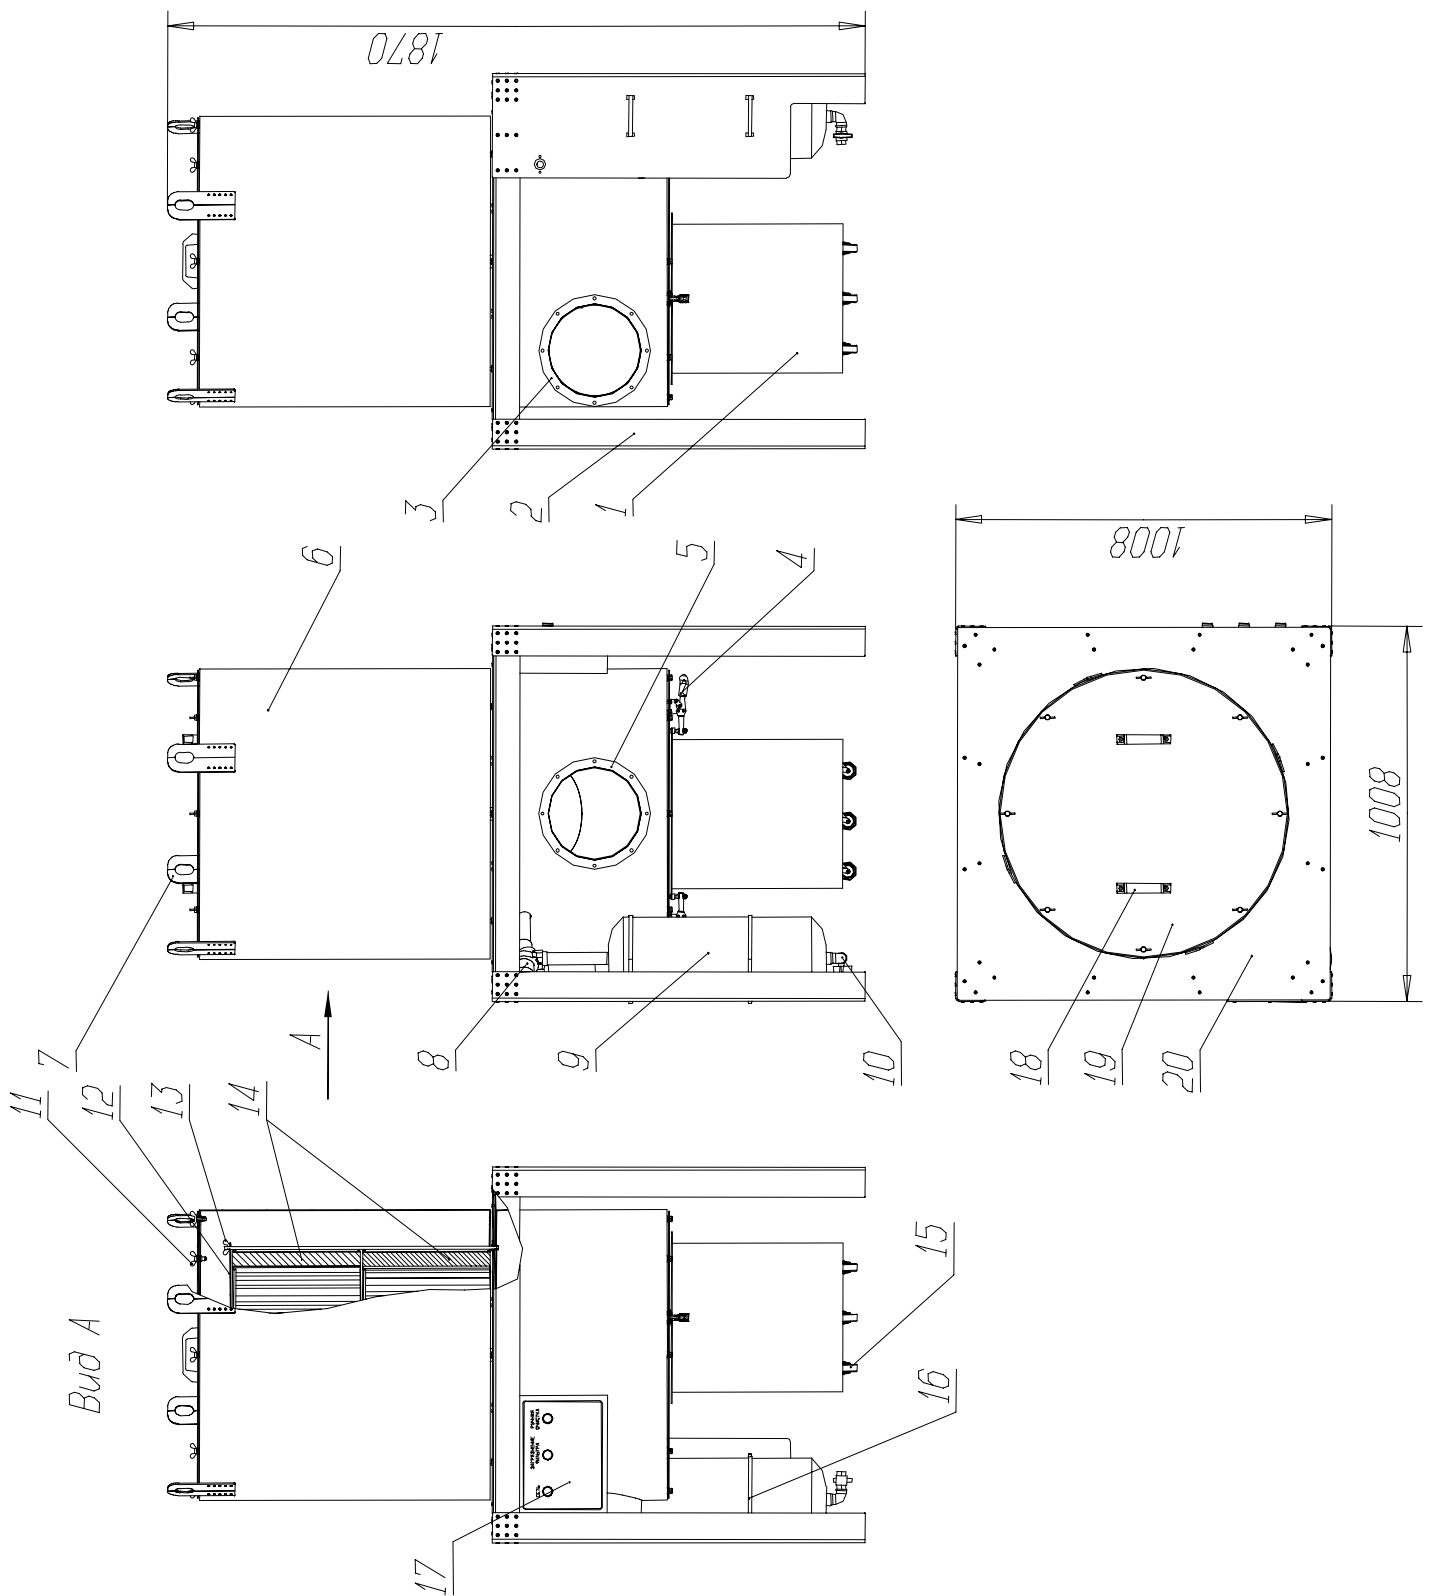

Рисунок 1
ФА (рис.1) состоит из:
- 5.3.1. Устройство регенерации состоит из (рис.1):
- ресивера сжатого воздуха (9);
- электромагнитного пневмоклапана (8);